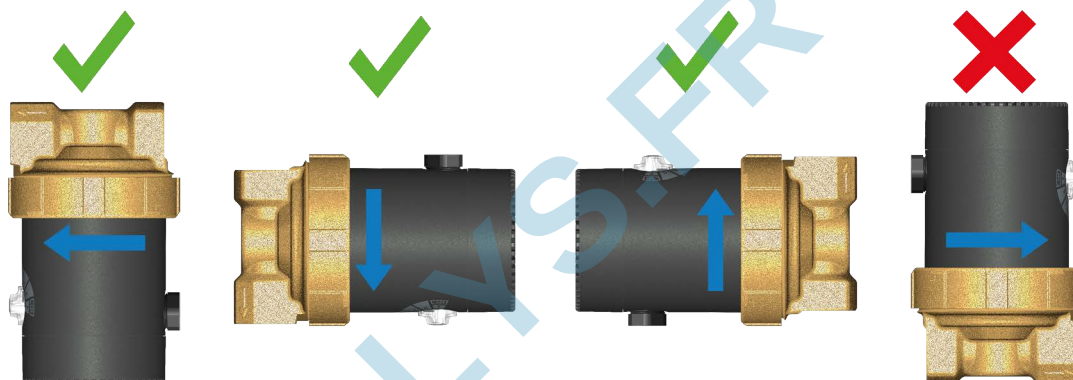

Figure 5
- L'installer dans l'une des positions de montage autorisées (voir la **Figure 5** page 16).